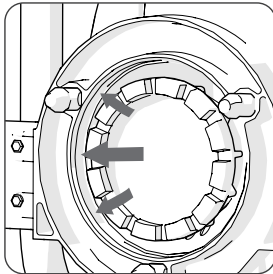

Abb. 7 (arrows show inner wall of annular ring)
- Die Passringe sollten stets sauber und frei von Schmutz sein. (Abb. 7)